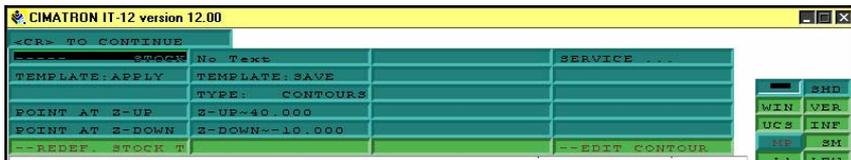
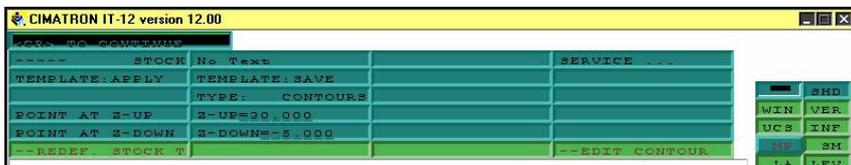

Рисунок 26
Рисунок 27
19. В открывшемся окне вместо Z – UP=40.000 и Z – DOWN= -10 (рис.26). ставим Z – UP=30.000 и Z – DOWN= -5, где 30 – высота фигуры (рис. 27).